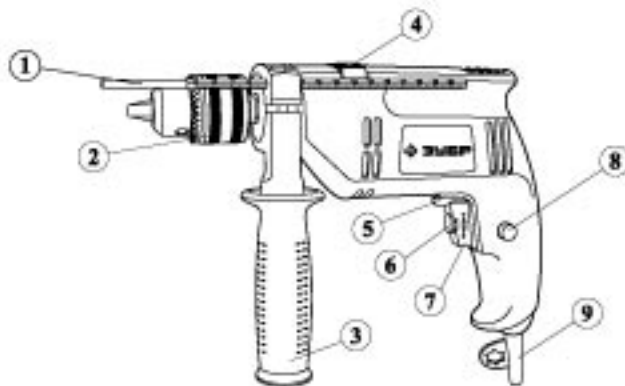

РИС.1
4.1. Общий вид дрели электрической представлен на рис. 1
4.2. Крепление патрона 2 (рис.1) на шпинделе осуществляется при помощи винтового соединения.
4.5. Включение/выключение электрической дрели осуществляется клавишей выключателя 7 (рис.1) на рукоятку дрели. Для удобства Вашей работы в изделии предусмотрен фиксатор выключателя 8. Не пользуйтесь фиксатором при работах, в которых может понадобиться внезапная остановка.